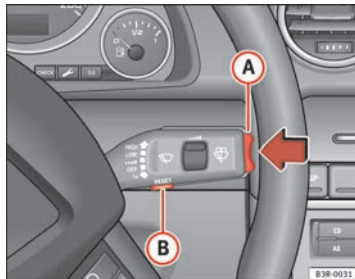

Abb. 58 Scheibenwischerhebel: Funktionswahlschalter
- Drücken Sie den Funktionswahlschalter im Scheibenwischerhebel **A** ⇒ Abb. 58 oben bzw. unten, um den eingestellten Wert zu verändern. Die Werte laufen in Schritten von 10 km/h auf bzw. abwärts.
- Drücken Sie die Reset-Taste im Scheibenwischerhebel **B** ⇒ Abb. 58 solange, bis im Display das durchgestrichene Geschwindigkeitswarnsymbol der Warnschwelle 2 erscheint.